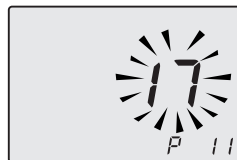

Figura 5.54
- Scorrere i vari parametri utilizzando i tasti 18 o 19 fino a far apparire sul display LCD le lettere **P11** e valore del parametro, indicanti l'entrata nel "parametro 13" (Figura 5.54).